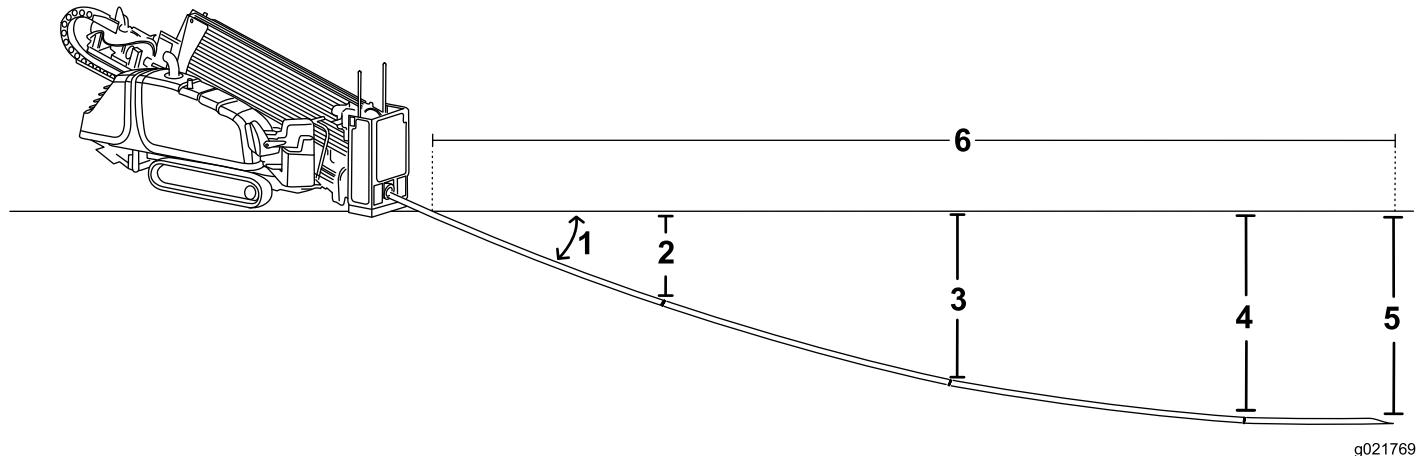

Рисунок 55
- Вы вставляете первые 3 м (10 футов) бурильной трубы с долотом в землю без изгиба. Конец бурового долота будет на глубине 53 см (21 дюйм) (Рисунок 55).